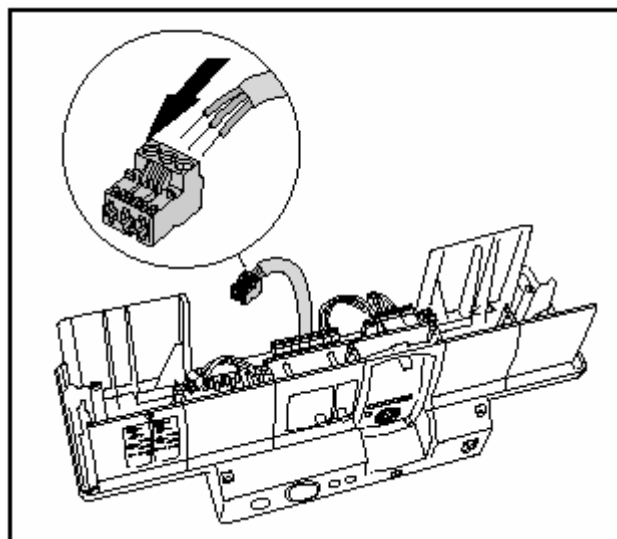

Рис. 6 Монтаж проводки
- Снять изоляцию с жил и в соответствии с указаниями закрепить винтами в соответствующих клеммах (рис. 6).